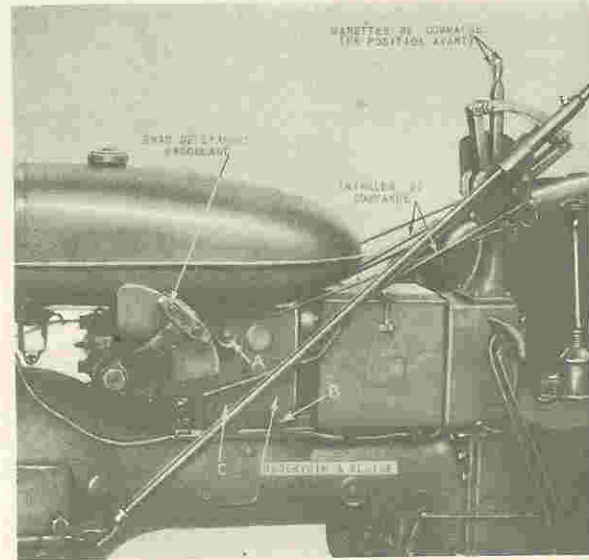

Figure 50 - Système de Contrôle "au Toucher" Farmall
Avant de retirer le bouchon de remplissage "A", figure 50, pour vérification, nettoyez soigneusement le bouchon et les parties environnantes de toutes les saletés qui peuvent s'y trouver.
2. Enlevez le bouchon de remplissage "A" et le bouchon de vidange "B", figure 50 et placez-les dans un récipient propre.
3. Le filtre du bloc-cylindres "C" figure 50, doit être retiré et nettoyé toutes les fois que le fluide du réservoir est vidangé.